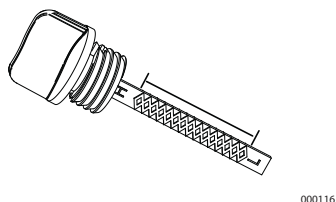

Figure 4-3. Plage de fonctionnement sécuritaire
4. Vissez le bouchon-jaugeur dans le goulot de remplissage. Vérifiez que le niveau d'huile se situe dans la plage de fonctionnement sécuritaire. Voir la Figure 4-3.